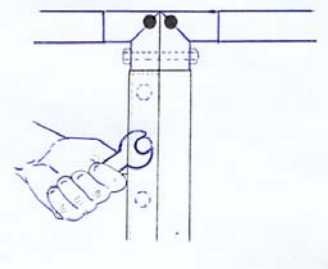

fig.3
- Fissare le viti autofilettanti, fornite a corredo, in corrispondenza dei fori predisposti. L'avvitamento deve essere eseguito dall'interno delle unità, utilizzando le portine di ispezione o rimuovendo i pannelli adiacenti alla giunzione, a seconda della dimensione della centrale o della sua configurazione. (fig.3)